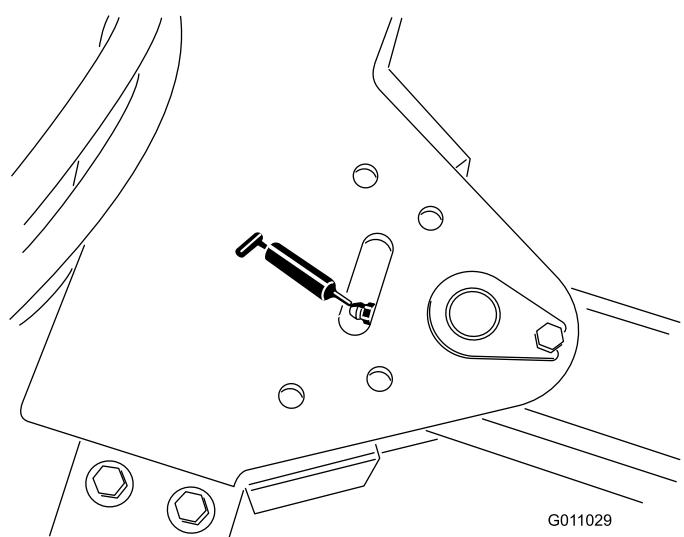

Figure 33
- Pivot de flèche d'attelage (1) (Figure 33).